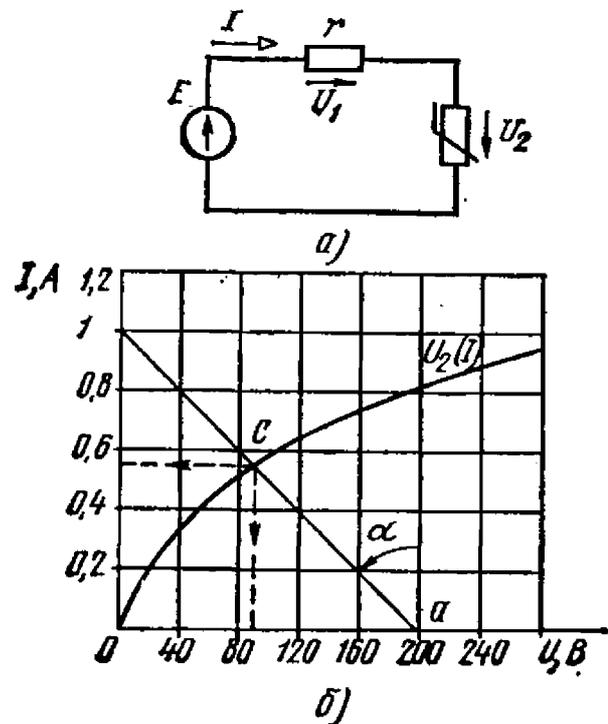

Рис. 2.2
2.2. Линейный элемент с сопротивлением $r = 200 \text{ Ом}$ и н. э., а. в. х. которого задана данными, приведенными в табл. 2.1, соединены последовательно и подключены к источнику питания с э. д. с. $E = 200 \text{ В}$ (рис. 2.2, а).
Зависимость $U_2(I)$ выражается, с одной стороны, а. в. х. н. э., заданной в табл. 2.1 (рис. 2.2, б), и с другой — уравнением $U_2(I) = U - U_1(I) = U - rI$, составленным по второму закону Кирхгофа. Последнее уравнение является прямой, проходящей через точки с координатами: $U = 0; I_{\kappa} = E/r = 1 \text{ А}$ и $I = 0, U = E = 200 \text{ В}$ (рис. 2.2, б). Точка с пересечения характеристик определяет корни этой системы уравнений: $I = 55 \text{ А}$ и $U_2 = 85 \text{ В}$.
2.3. Определить ток в цепи и напряжение U_2 на нелинейном элементе (рис. 2.2, а), если $E = 6 \text{ В}$, $r = 10 \text{ Ом}$, ампер-вольтная характеристика нелинейного элемента задана в табл. 2.2.
Указание. Ампер-вольтная характеристика по данным табл. 2.1 задачи 2.2 построена на рис. 2.2. Масштабы тока и напряжения взяты равными $m_I = 0,02 A/\text{мм}$ и $m_U = 4 B/\text{мм}$. Углы наклона α_1 и α_2 опрокинутых характеристик линейных элементов с сопротивлениями r_1 и r_2 к вертикали определены из соотношений